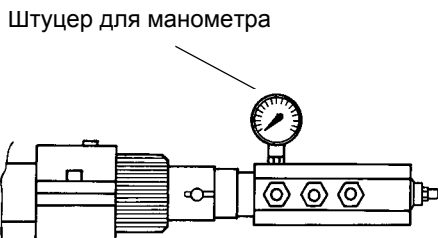

Рис. 24
- 9 Давление питания форсунки уже отрегулировано заранее на заводе-изготовителе и не должно изменяться. Только в случае необходимости, отрегулировать давление питания (см. соответствующий параграф) следующим образом: установить манометр в положение, указанное на Рис. 24, воздействовать на регулировочный винт **VR** насоса (см. Рис. 23) до получения на форсунке давления в 25 бар (форсунки Fluidics/Bergonzo- см. графики на Рис. 22);